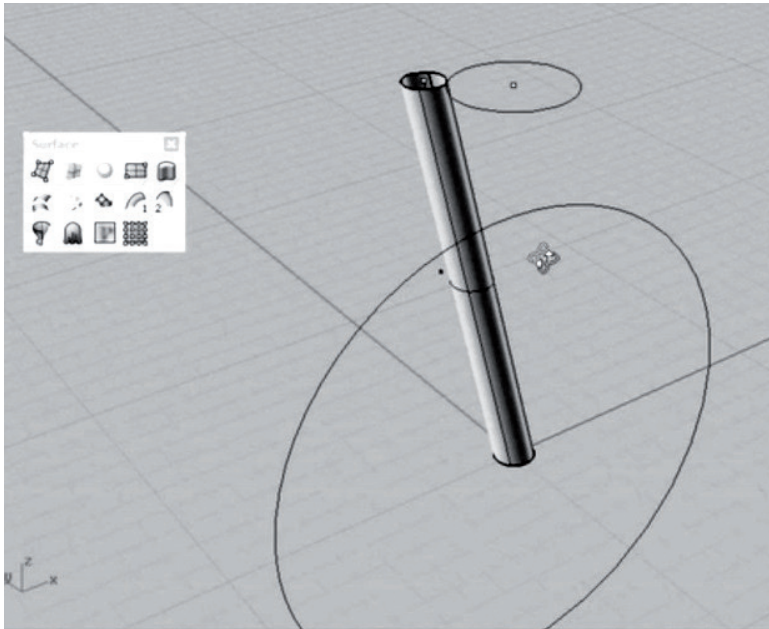

Рис. 102. Цилиндр из этой линии
11. Выделяем линию, выбираем Sweep 1 Rail в панели Surface. Затем выделяем малую окружность. В выпавшем окошке нажимаем ОК (рис. 102).